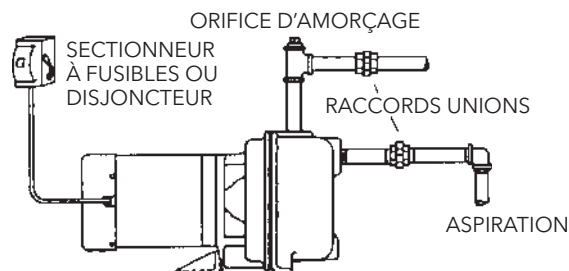

Figure 1
- Poser un raccord union étanche sur le tuyau d'aspiration, près de la pompe (v. fig. 1).
- Poser au-dessus de l'orifice de refoulement un té dont une branche sera orientée vers le haut pour servir au premier amorçage de la pompe (v. fig. 1).
- Amorcer la pompe en remplissant cette dernière et la tuyauterie d'eau propre par l'orifice supérieur du té (v. fig. 1).